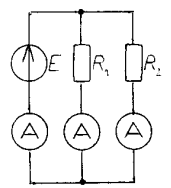

рис.10
13. В електричному колі (рис.10) $E = 200$ В, $P = 10$ кВт, потужності в опорах відносяться $P1 = 4P2$. Визначити опори резисторів $R1$ та $R2$, що показують амперметри?